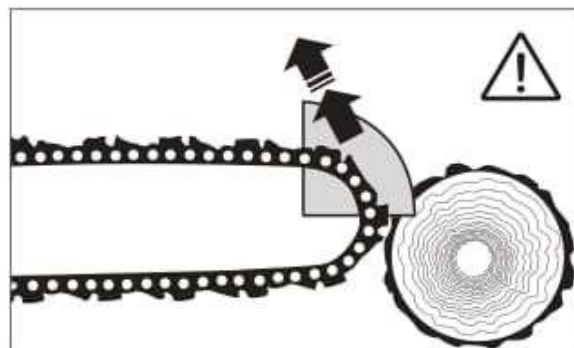

Рисунок 3.
- Будьте внимательны! При работе цепной пилой существует опасность отскока. Отскок возникает, если верхняя часть полотна пилы (особенно верхняя четверть) случайно касается дерева или других твердых предметов (рис. 3).